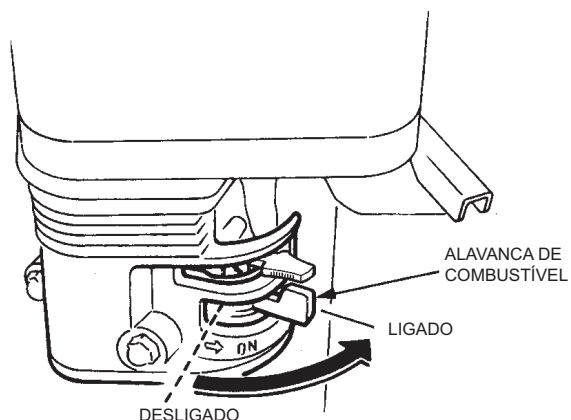

Figura 24. Alavanca da válvula de combustível do motor
1. Coloque a **alavanca da válvula de combustível** (Figura 24) na posição "**ON**" (ligado).